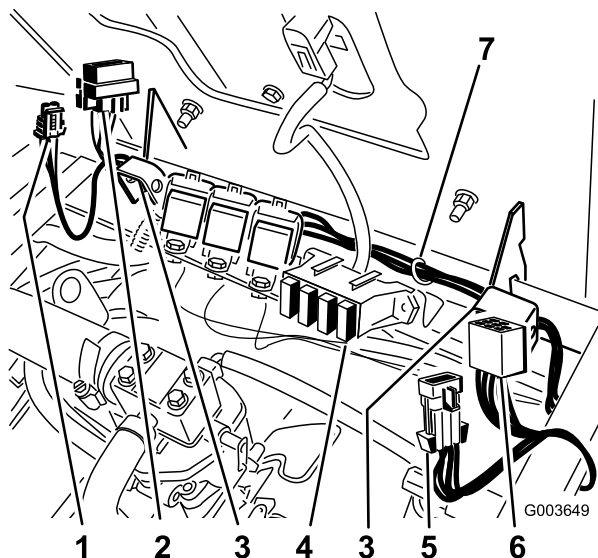

図 32
3. ハーネスを、スイッチから運転席の蝶番部に沿って、先ほどバルブに取り付けたリレーまで配線する（図 32）。
- ヒューズボックスの右側スロットにヒューズを取り付ける（図 32）。